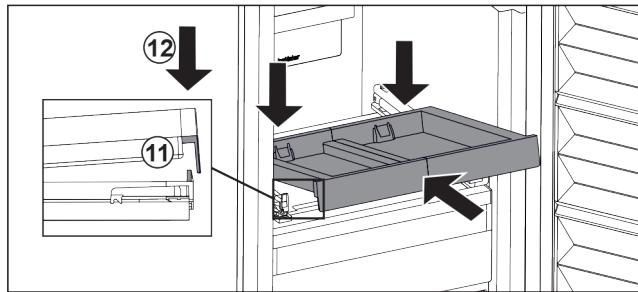

Fig. 127
- ▶ Šikmo zasuňte. Dbejte, aby byl na obou stranách doraz za západkou. Fig. 127 (11)
- ▶ Usaďte vpředu vysouvací přihrádku. Fig. 127 (12)